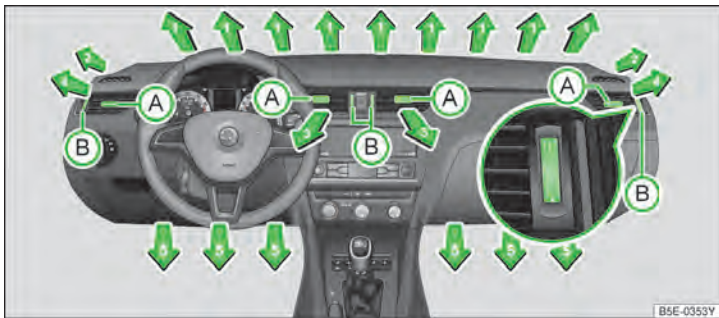
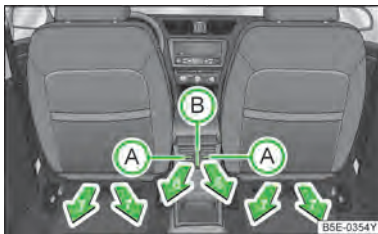

图 121 前部出风口
图 122 后部出风口
出风口 3、4» 图 121 和 6» 图 122 的出风方向可以更改，并且这些也可以单独关闭和打开。
向上或向下转动调节轮 **B**» 图 121 或» 图 122。
将叶片 **A**» 图 121 或» 图 122 转到垂直或水平位置。
我们建议让出风口 3» 图 121，见第 83 页保持在打开位置
- ▶ 根据个人需求调整出风口 3 和 4» 图 121，见第 83 页。